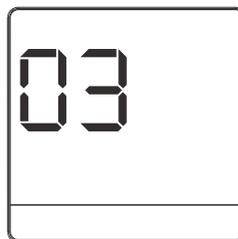

Figura 31
1. Mantenha  e  do controle remoto pressionados ao mesmo tempo por 5 segundos para ir para o status dos ajustes de parâmetro (consulte a Figura 31);